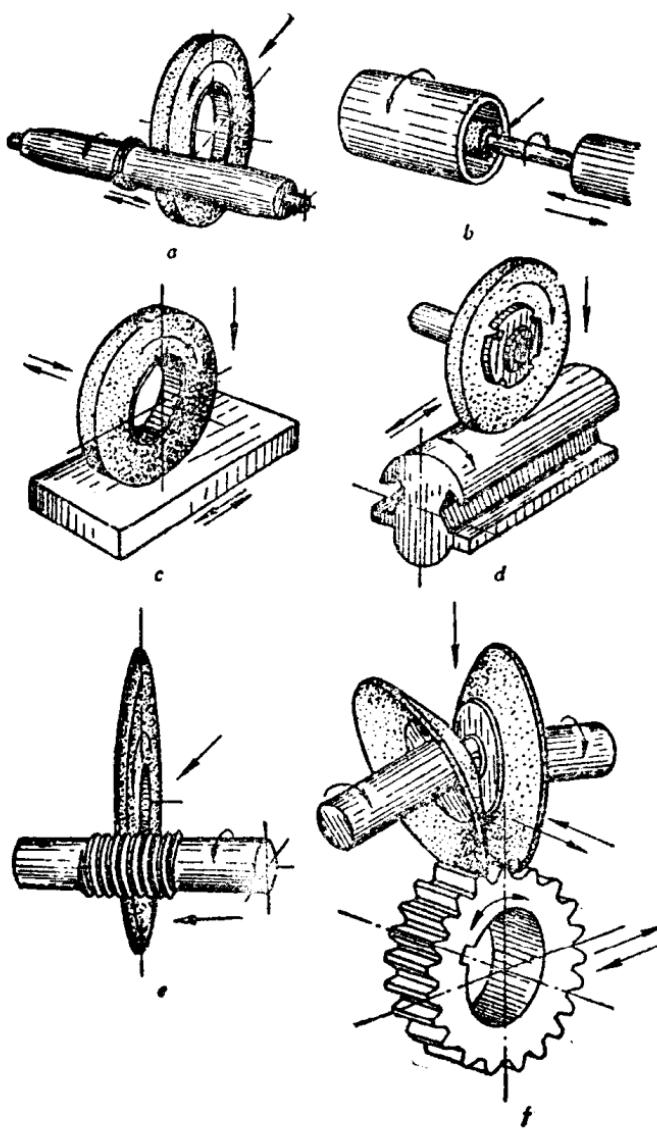

图1-1 磨削加工方式
磨削加工的方式很多，如外圆磨削、无心外圆磨削、内孔磨削、平面磨削、成型磨削、螺纹磨削、齿轮磨削等（图1-1）。因此，几乎各种表面都可用磨削进行加工，如内外圆柱面、内外圆锥面、各种平面、成型面以及螺纹、齿轮、花键等。
1. 磨外圆时需要有以下几个运动（图 1-1 a）：
2. 磨内孔时同样需要以上几个运动，但砂轮的旋转方向与磨外圆时相反（图 1-1 b）。
3. 磨平面时有下面几个运动（图 1-1 c）：